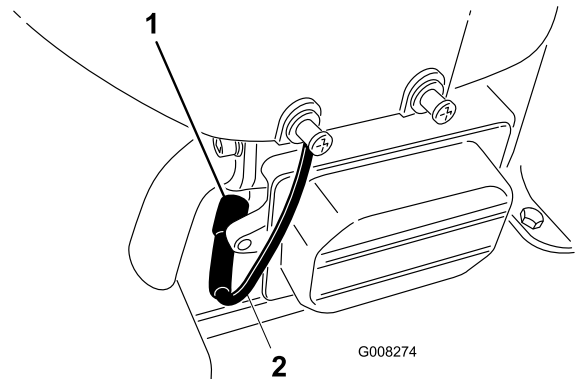

図 26
6. 点火コードを取り外す 図 26。
8. 点火プラグと金属ワッシャを外す 図 26。
3. 点火コードを接続する 図 26。